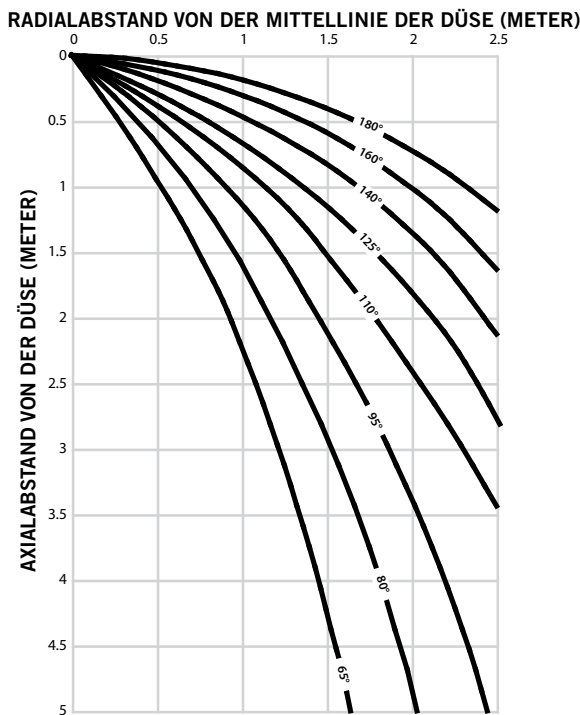
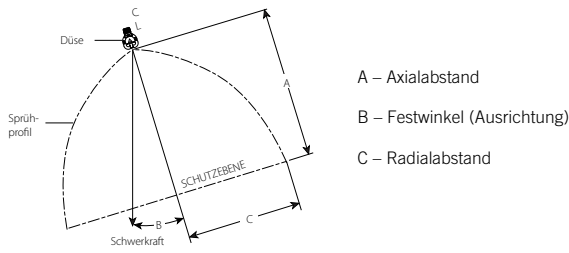

Abb. 2 – Auslegungs-Sprühprofile (alle K-Faktoren)
Abb. 3 – Sprühabdeckungsvariable
- In Abbildung 2 wird der Radialabstand bei verschiedenen Höhen gezeigt. Dieser basiert auf Tests in der hängenden Position bei Austrittsdrücken von 10 psi, 20 psi und 60 psi / 69 kPa, 138 kPa und 414 kPa (siehe Abb. 3, Variable C).
- Nur bei Anwendungen mit FM-Zulassung: Arbeiten Sie mit einer empfohlenen Toleranz von ± 2 ft [0,6 m] vom Nennwert für die in Abb. 2 gezeigten Radialabstände (x-Achse) bei allen Festwinkelausrichtungen. Verwenden Sie eine empfohlene Winkeltoleranz für das Sprühprofil von $\pm 5^\circ$ in der hängenden Position (vertikal nach unten) und $\pm 10^\circ$ bei allen anderen Festwinkelausrichtungen.
- Nur bei Anwendungen mit UL/NFPA-Zulassung: Arbeiten Sie mit einer empfohlenen Toleranz von $\pm 15\%$ vom Nennwert für die in Abb. 2 gezeigten Radialabstände (x-Achse) bei allen Festwinkelausrichtungen.